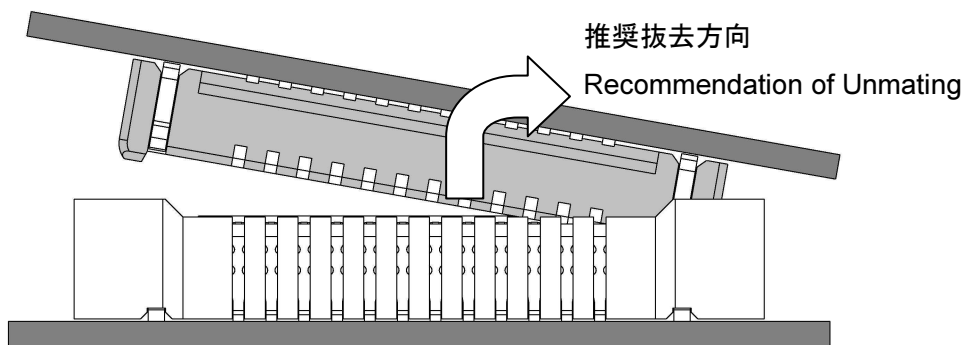

Fig12
4. 抜去はコネクタ ピッチ方向から行くとコネクタへの負荷が軽減されます。(Fig12)
4. How to remove is a connector. If it carries out from a pitch, the load to a connector will be mitigated. (Fig12)